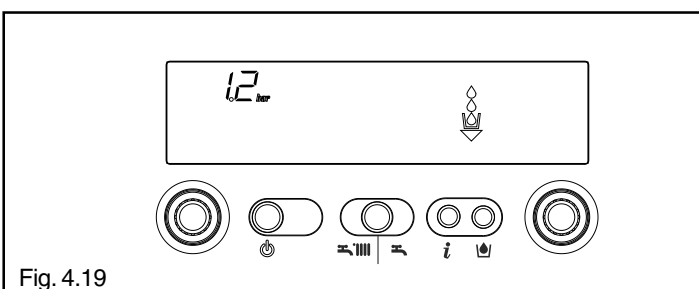

Fig. 4.19
**Info 2** visualizza la pressione di carica impianto (fig. 4.19)